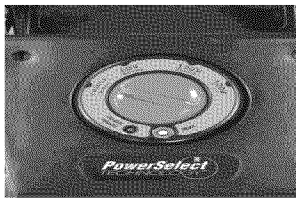

Figure 15- Commutateur de sélection d'alimentation
1. Localisez le commutateur de sélection d'alimentation sur le panneau de commande. (Voir la Figure 15)